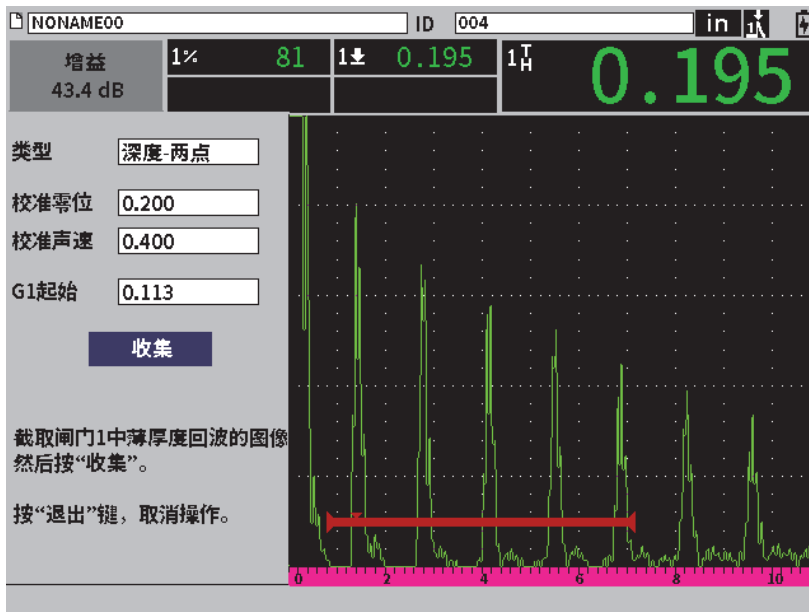

图 8-5 校准：准备好收集薄阶梯的回波
9. 按制表键，加亮显示**收集**按钮，然后按确定键，捕获薄阶梯的回波（参见第 112 页的图 8-5）。